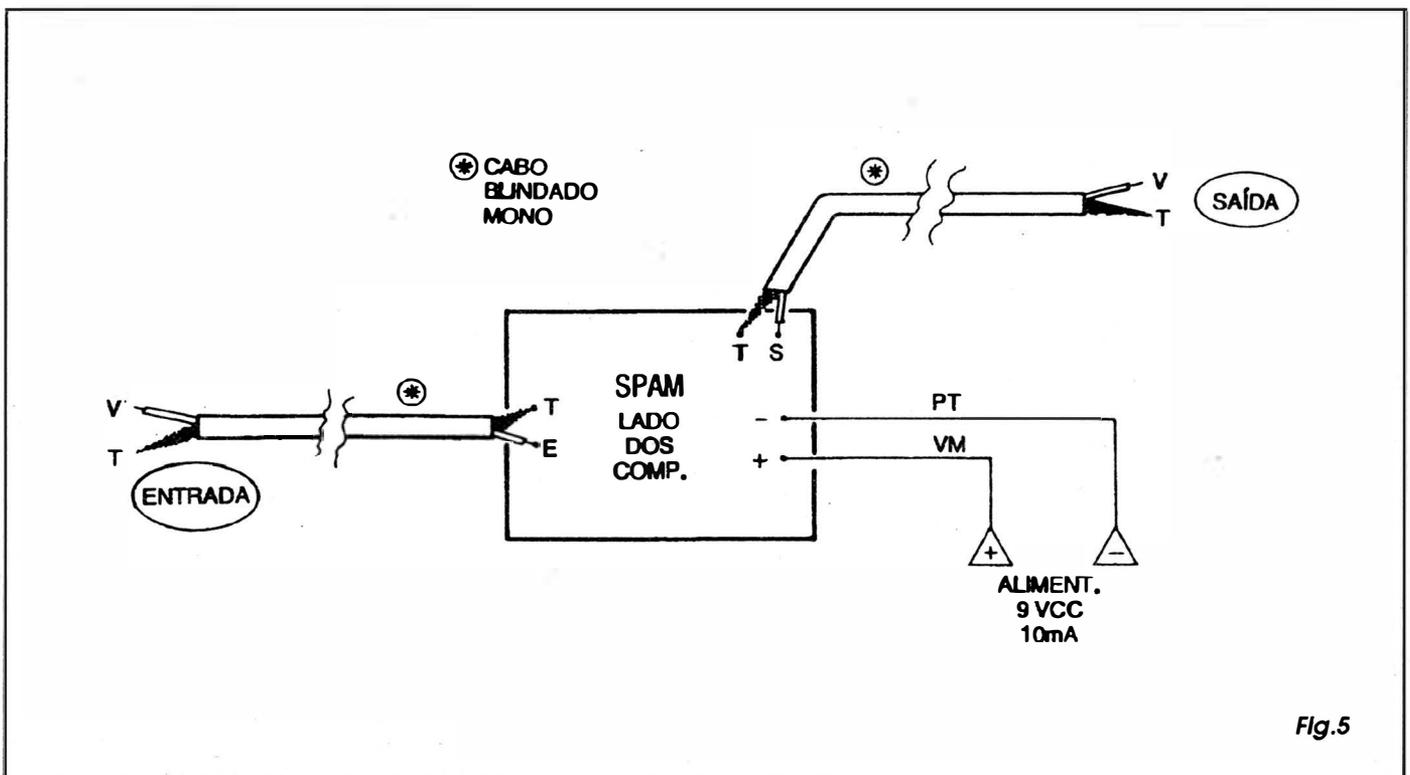

Fig.5
- FIG. 5 - CONEXÕES EXTERNAS À PLACA - As ligações externas se resumem aos cabos (blindados) de Entrada e Saída e aos fios (polarizados) da alimentação... A figura mostra a plaquinha ainda pelo seu lado não cobreado (devido o leitor/aluno comparar a codificação atribuídas aos furos/ilhas periféricas, com aquelas vistas na figura anterior...), porém não considerando os componentes já soldados sobre a placa, para descongestionar o diagrama...